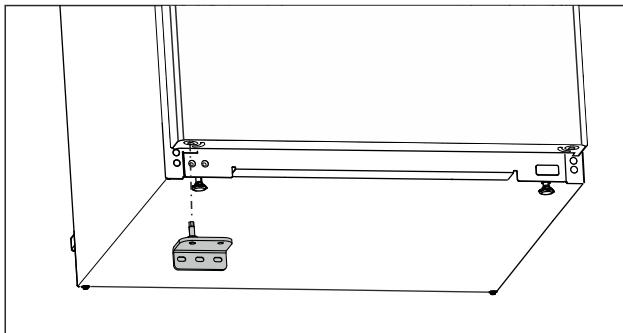

Fig. 24
- Поставете долната лагерна стойка от другата страна. (виж Fig. 24)